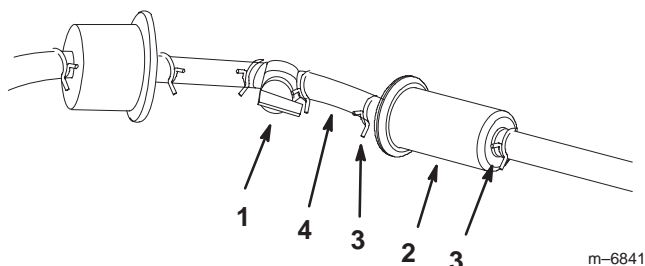

Figure 48
2. Fermez le robinet d'arrivée de carburant (Fig. 48).
3. Desserrez le collier de serrage au niveau du filtre à carburant et repoussez-le le long de la conduite d'alimentation pour l'éloigner du filtre (Fig. 48).
4. Débranchez la conduite d'alimentation du filtre (Fig. 48). Ouvrez le robinet d'arrivée de carburant et laissez l'essence s'écouler dans un bidon ou un bac de vidange.
5. Raccordez la conduite d'alimentation au filtre. Rapprochez le collier de serrage du filtre pour fixer la conduite d'alimentation (Fig. 48).